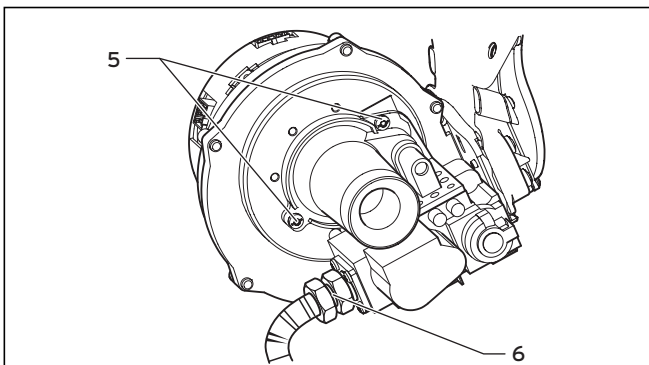

Рис. 10.3 Резьбовое соединение газовой арматуры/вентилятора
- Ослабьте подводящую линию газа на газовой арматуре (6, рис. 10.3).